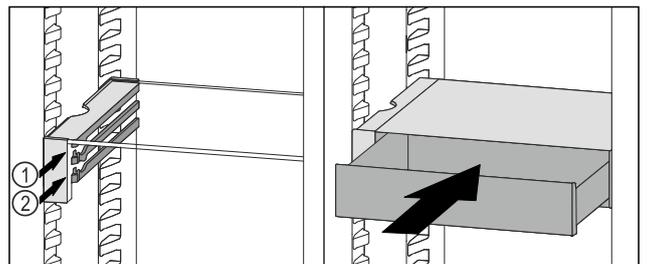

Fig. 116
- Așezați sertarul VarioSafe în spatele opritoarelor pe nervura dorită Fig. 116 (1) sau Fig. 116 (2).